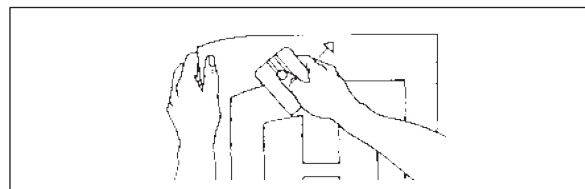

Fig. 18
6. Procedere con l'altra metà della grafica, applicandola come descritto sotto. Fig. 18